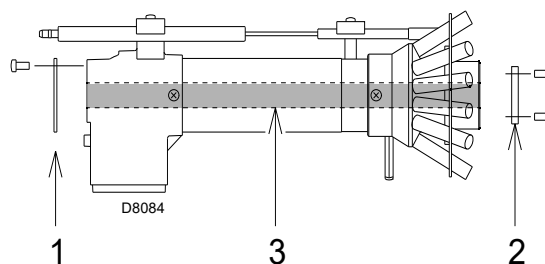

Abb. 19
- das Innenrohr 3) (Abb. 19) entfernen und geliefert mit die Scheiben 1) -2) installieren.